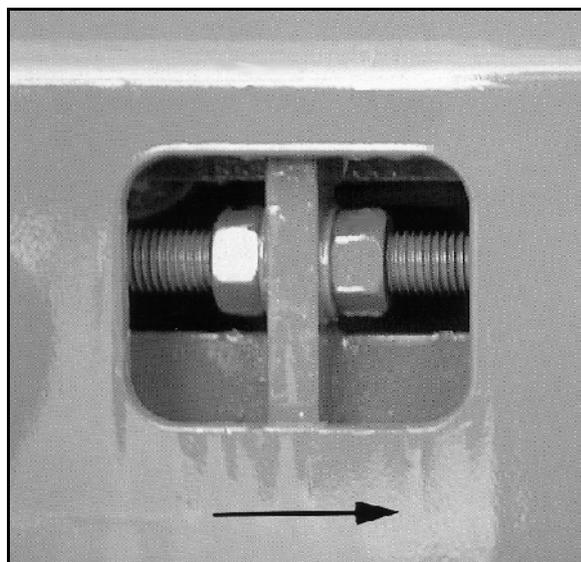

Fig. 80
1. In Fahrtrichtung gesehen (siehe Pfeil) beidseitig hintere Kontermuttern (Fig. 80/1), durch Linksdrehen lösen.
2. In Fahrtrichtung gesehen (siehe Pfeil) beidseitig Muttern (Fig. 80/2) gleichmäßig nach links drehen.
Der Verstellweg der Mutter (Fig. 80/2) muss auf beiden Seiten des Bandbodens gleich groß sein. Beide Muttern (Fig. 80/2) nicht mehr als  $\frac{1}{2}$  Schlüsselumdrehung verdrehen. Kontermuttern festziehen und prüfen, ob das Förderband wieder gleichmäßig angetrieben wird.